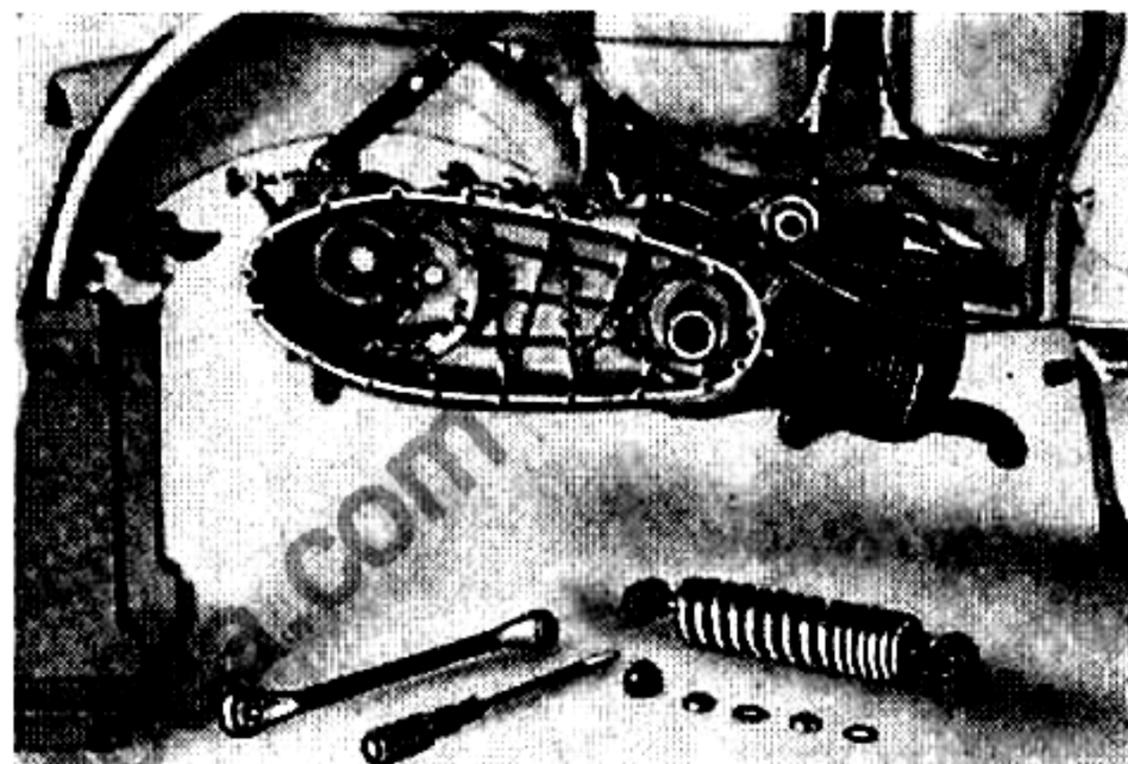

Fig. 14
- 20 Togliere dal carter il tampone gomma di fine corsa del molleggio e sostenere il carter mediante un tirante fra i due perni di fissaggio dell'ammortizzatore in modo che la testa del cilindro si trovi il più in basso possibile. Vedi fig. 14.